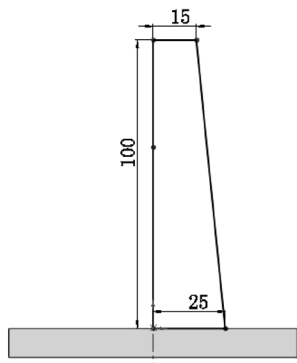

图 5-128 绘制草图 2
4) 绘制草图。在左侧的 FeatureManager 设计树中用鼠标选择“上视基准面”作为绘制图形的基准面。单击“草图”控制面板中的  (中心线) 按钮和  (直线) 按钮, 绘制图 5-128 所示的草图并标注尺寸。